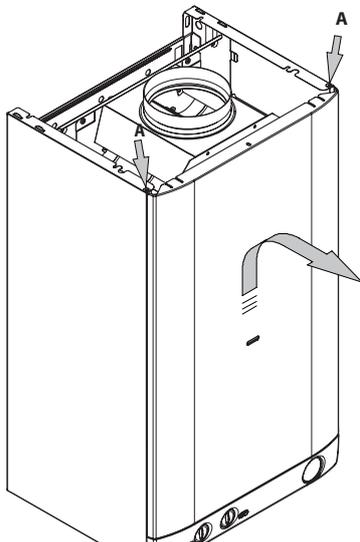

Рис. 8.1
- Открутите винты А. Снимите переднюю панель, подтолкнув ее вверх, чтобы высвободить из нижних крючков (Рис. 8.1).